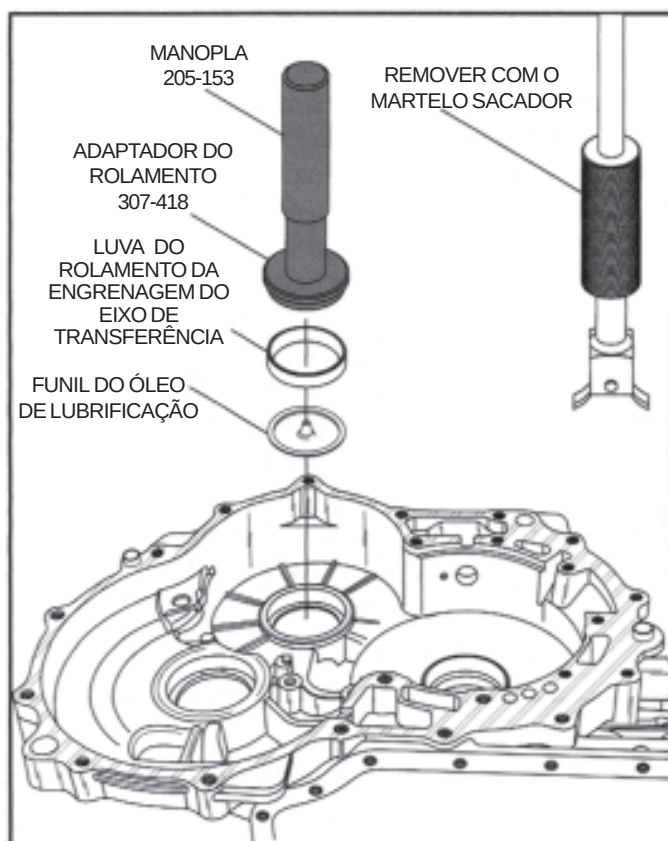

Figura 119
19. Instale o funil do óleo de lubrificação dentro da cavidade do eixo de transferência, conforme ilustrado na Figura 119.
20. Instale dentro da carcaça a nova luva do rolamento do eixo de transferência, utilizando ferramenta apropriada, conforme ilustrado na Figura 119.